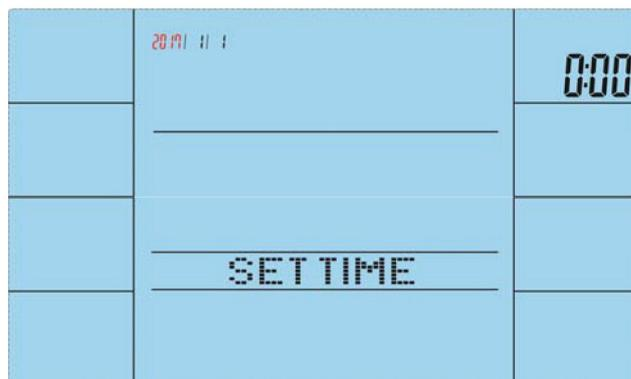

Abb. 2
2. Gehen Sie dann zu den Kalender- und Uhreneinstellungen (Abb. 2 bis 5).